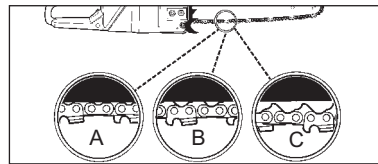

рис. 4А
Если цепь натянута **СЛИШКОМ СЛАБО** или **СЛИШКОМ СИЛЬНО**, то звёздочка, шина, цепь и подшипники коленчатого вала будут изнашиваться быстрее. На рис. 4А показано правильное холодное натяжение (А), прогретое натяжение (В) и случай, когда требуется подтяжка цепи (С).
- Чтобы натянуть цепь, поверните регулировочный винт (D) **ПО ЧАСОВОЙ СТРЕЛКЕ**, направив носок шины вверх. Чтобы ослабить натяжение цепи, поверните регулировочный винт (D) **ПРОТИВ ЧАСОВОЙ СТРЕЛКИ**. Убедитесь, что цепь плотно сидит на шине по всей её длине (Рис. 4).